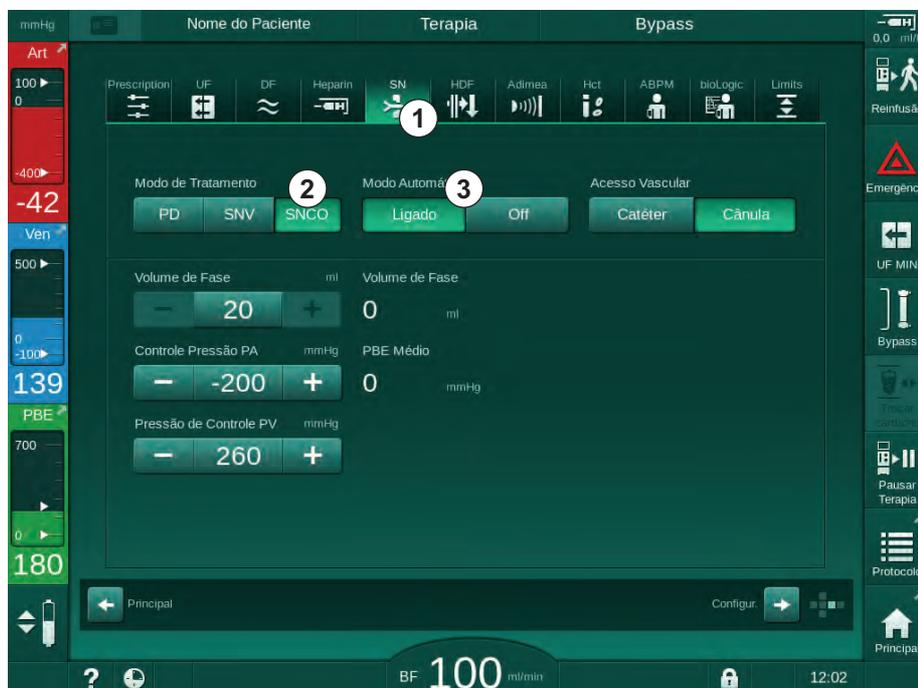

Fig. 9-1 Troca para a terapia de Crossover de Punção Única
2. Toque no ícone *SN* (Fig. 9-1, ①).